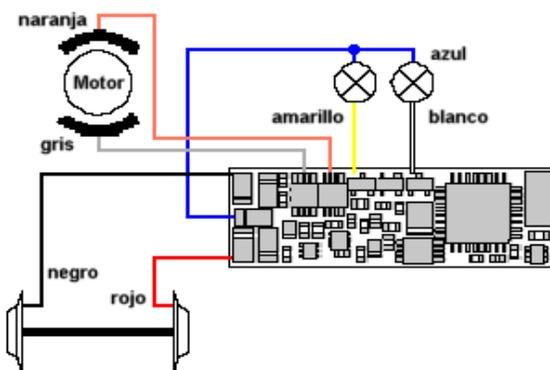
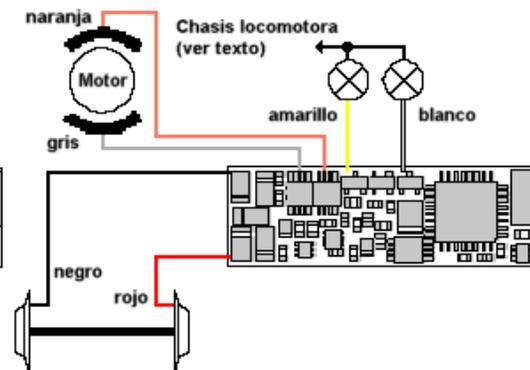

Figura 1: Cableado del LE040 utilizando masa flotante
Figura 2: Cableado del LE040 utilizando una masa directa a la vía
Hay dos opciones de instalación eléctrica para instalar el LE040, dependiendo de la construcción de la locomotora. Las funciones del faro de locomotora direccionales podrían conectarse con su masa al voltaje de la vía así descrito en Figura 1, o, usar la masa de las salidas de función así descrito en la figura 2. También es posible una mezcla de ambas opciones.
Si las bombillas para los faros de locomotora direccionales están flotando (aisladas de los frotadores de las ruedas y del chasis) e hizo la conexión de la figura 1, brillarán con más intensidad comparando con la opción mostrada en la figurar 2. Además, los faros direccionales de locomotora funcionarán también operando en vías convencionales con corriente continua (DC).